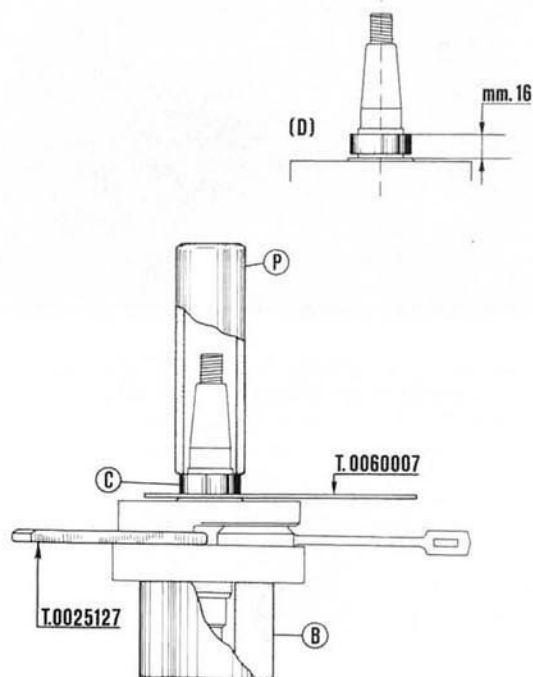

Fig. 78
Fig. 78 - **Inner ring of the roller main bearing.** Place the crankshaft (clutch side) on the base « B » of a suitable height and with the central hole $\varnothing$ 35 mm. (1"38).
Fig. 78 - **Anillo int. cojinete de rodillos cigüeñal:** Introducir el cigüeñal lado embrague sobre una base de apoyo « B » con $\varnothing$ int. 35 mm., y después de colocar el distanciador T.0060007 montar la pista int. « C », calentada en baño de aceite a 100° C,
N. B. - When fitting the inner ring « C » insert between the crank, halves the proper wedge T.0025127 to avoid crankshaft deformations (see fig. 78).
N. B. - Durante el montaje de la pista « C » introducir la cuña T.0025127 entre los semicigüeñales para evitar deformaciones en el cigüeñal, (ver fig. 78).